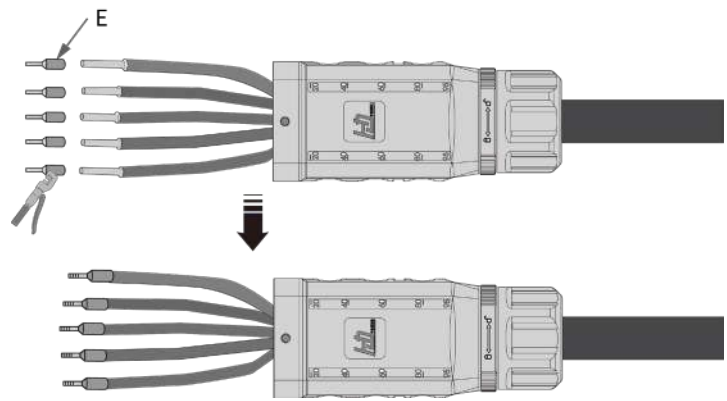

Abb. 17. Kabel vorbereiten und Aderendhülsen crimpen
7. Setzen Sie den Kupferdraht in eine geeignete Endhülse ein und crimpen Sie ihn (siehe Abb. 17).
2. Stecken sie die Adern entsprechend der Leitungsreihenfolge in den Stecker ein [Abbildung 17]. Kontrollieren Sie dabei anhand der Sichtöffnung, ob die Adern richtig platziert sind. Ziehen Sie anschließend die Schrauben am Kontaktträger an [$\times A_3$ / $\text{m} 3,0$ Nm].